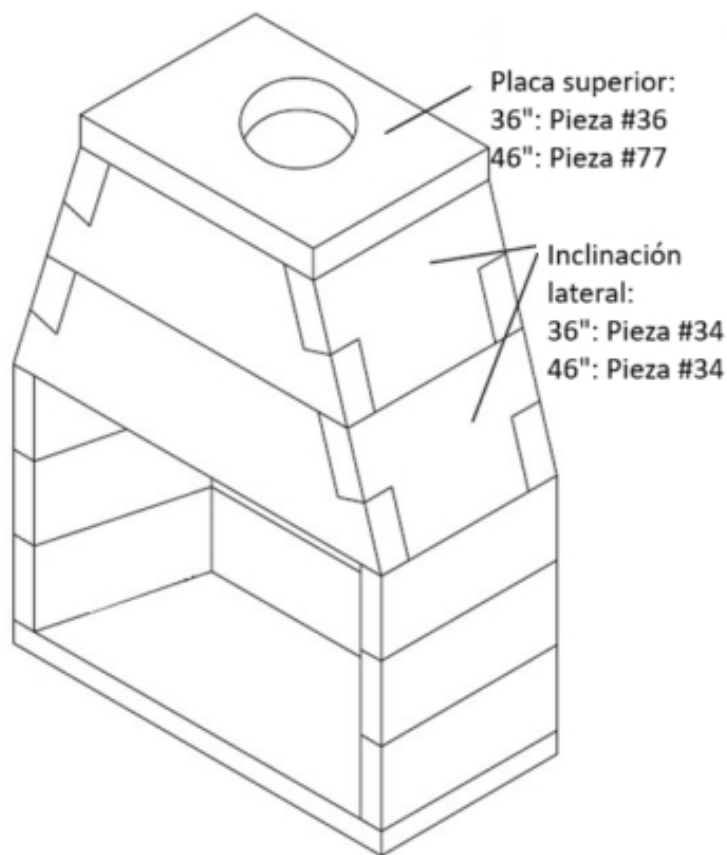

FIGURA 17
Coloque las dos paredes laterales inclinadas del domo de humo superior en su posición, una en cada extremo de los componentes superior delantero y trasero del domo de humo. **(Figura 17)**
8. Coloque la placa superior en su posición y adhiérala encima del conjunto de pared del domo para humo. Un lado de la placa superior muestra un centro engrosado. Este lado es la cara inferior. El orificio de salida de humos en la placa superior está centrado en el domo de humo de lado a lado, pero está desplazado de adelante hacia atrás, estando el centro a diez y tres cuartos pulgadas (10 3/4") de la parte posterior de la cámara de combustión. **(Figura 17)**